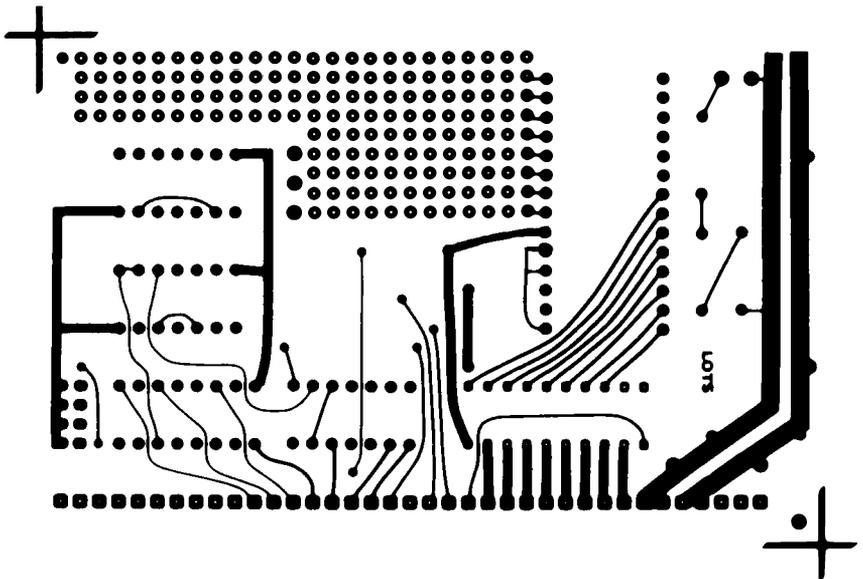
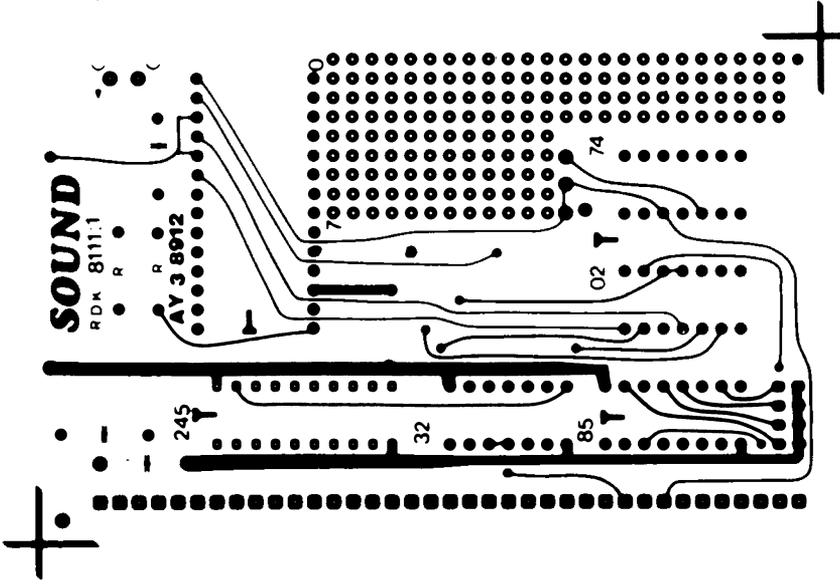
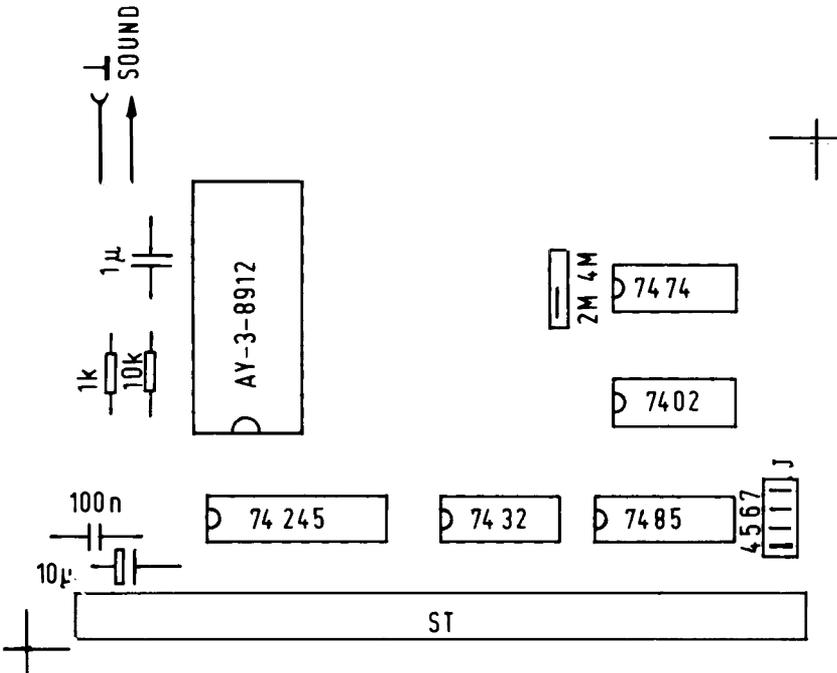

Abb. 7.6.4 Lötseite des Sound-Generators
Abb. 7.6.5 Bestückungsseite des Sound-Generators
Abb. 7.6.6 Bestückungsplan des Sound-Generators
*Abb. 7.6.4* zeigt die Lötseite der Platine des Sound-Generators. In *Abb. 7.6.5* ist die Bestückungsseite gezeigt und *Abb. 7.6.6* zeigt den Bestückungsplan.